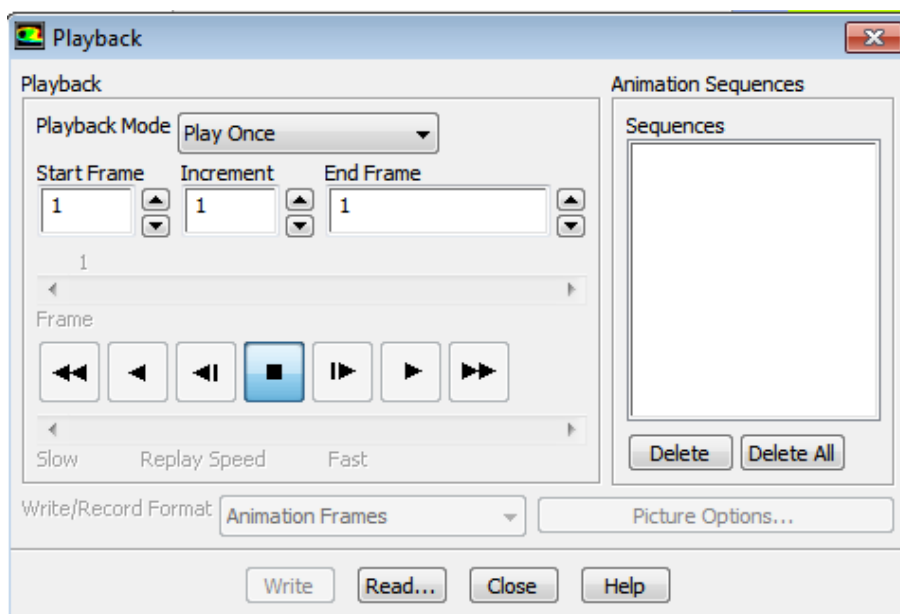

Рисунок 58 – Меню работы с анимацией
- в появившемся окне (рисунок 58) выбирается какой-либо термодинамический параметр, например *Pressure*;